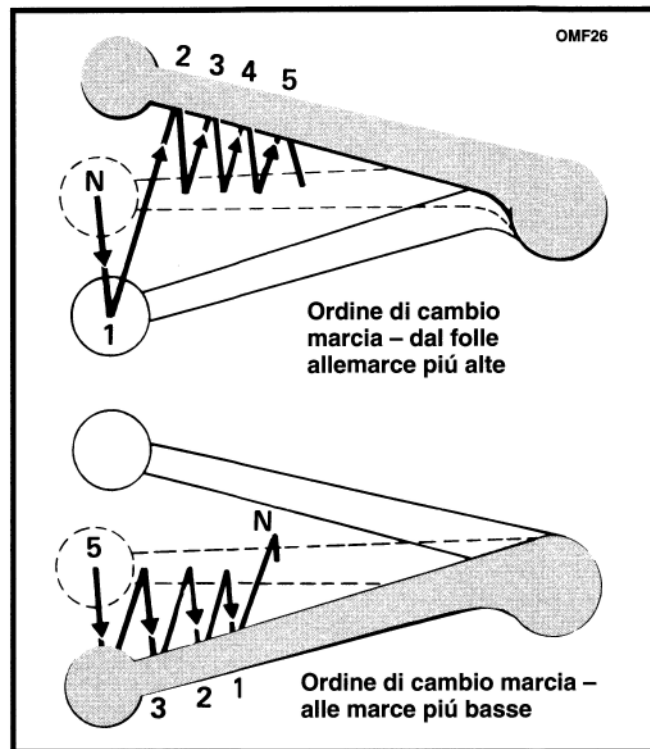

Figura 32. 5 – Sequenza di cambio delle marce
Vedere la figura 2. Per far partire la moto, tenerla in posizione verticale, con il motore al minimo, e azionare a fondo la leva della frizione (6) per disinnestare la frizione. Vedere la figura 32. Spingere verso il basso il pedale del cambio, con decisione ma gentilmente, a fine corsa per innestare la prima. Quindi rilasciare lentamente la leva della frizione e, simultaneamente, aprire gradualmente il comando gas.